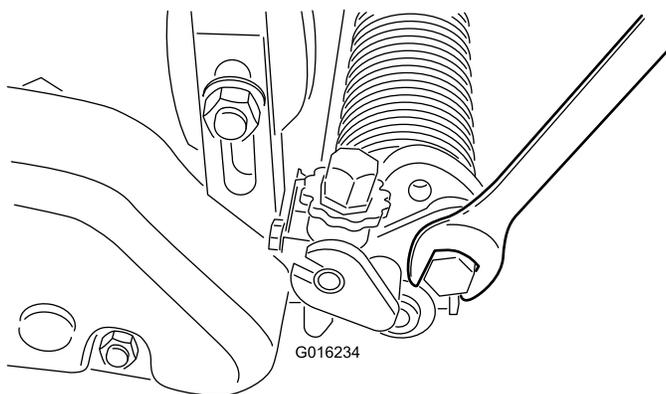

Figure 23
- A. Desserrez les boulons sur les bras gauche et droit du groomer (Figure 23).